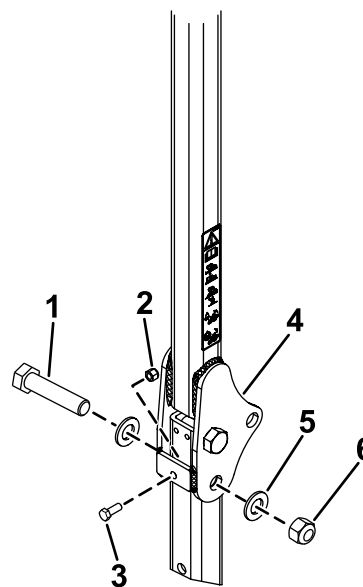

図 24
3. 図 24に示すように、ワッシャ13/16 x 1½"を各ボルト¾ x 4"に組み付ける。
4. ピンを抜いた穴に、ボルトとワッシャを取りつける 図 24。
5. 図 24のように各ボルトにもう1枚のワッシャを入れ、ナット¾"で固定する。各ナットを 323-396 N·m 33-40 kg·m = 238-292 ft·lb にトルク締めする。
6. ヒンジエリアのロールバーの下部の両側にあるねじ付きプレートに、ボルト (3/8-16 x 1"または 1-1/4 ")とジャムナット (ボルトとジャム ナットは未同梱) を取り付け (図 24)。ボルトを上部のロールバーチューブにしっかりと固定されるまで締め付け、ジャムナットを締め付ける。
7. ロールバーとサンシェードが跳ね上がるのを防ぐために、ROPSピボットボルト (図 24) を 91113 N·m (9.812.2 kgm) のトルクで締め付ける。